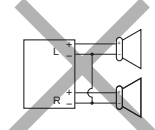
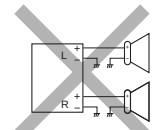

Fig. 1
Fig. 2
- Als de bedrading van de speakers eruitziet zoals hieronder staat afgebeeld in Fig. 1 en Fig. 2, mag het apparaat NIET worden aangesloten met behulp van deze oorspronkelijke speakerbedrading. Als u dat wel doet, zal het apparaat ernstige schade oplopen.
- Si el conexionado de altavoz de su automóvil es como se indica en las Fig. 1 y 2 de abajo, NO conecte la unidad utilizando ese conexionado de altavoz original. Si lo hace, se producirán daños graves en la unidad. Vuelva a efectuar el conexionado de altavoz de manera que pueda conectar la unidad a los altavoces de la manera indicada en la Fig. 3.
- Se il cablaggio per le casse sulla vettura risulta come illustrato nelle Fig. 1 e 2 qui sotto, NON collegare l'apparecchio usando il cablaggio originale, perché si danneggia seriamente l'apparecchio.